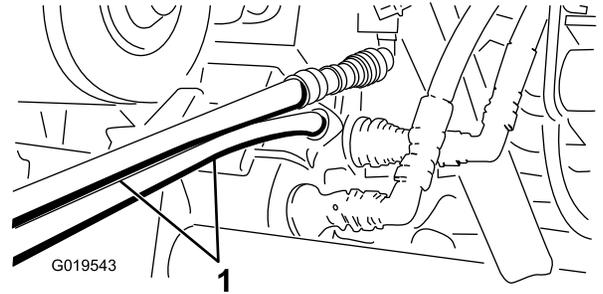

**Figura 66**
3. En la máquina inmovilizada, conecte las dos mangueras de interconexión a las mangueras que fueron desconectadas (Figura 66).